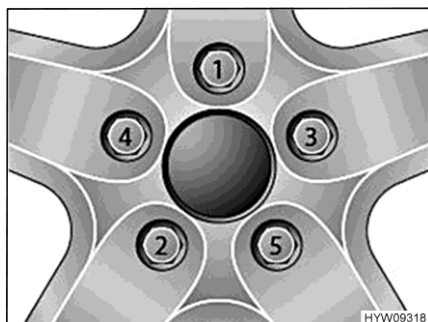

Bild 156 Dra fast hjulmuttrarna eller hjulbultarna korsvis
- Dra fast hjulmuttrarna eller hjulbultarna i den ordning som anges i Bild 156. Använd en momentnyckel och observera det angivna åtdragningsmomentet (se avsnitt 13.6.2).
- Kontrollera regelbundet att hjulmuttrarna eller hjulbultarna är ordentligt åtdragna. Om du har bytt däck ska hjulmuttrarna eller hjulbultarna dras åt efter 5 mils körning. Följ den ordning som anges i Bild 156.
- Då nya eller nylackerade fälgar används bör hjulmuttrarna eller hjulbultarna dras åt efter ca 100 till 500 mil. Följ den ordning som anges i Bild 156.
- ▷ Dra åt hjulmuttrarna eller hjulbultarna korsvis (Bild 156).